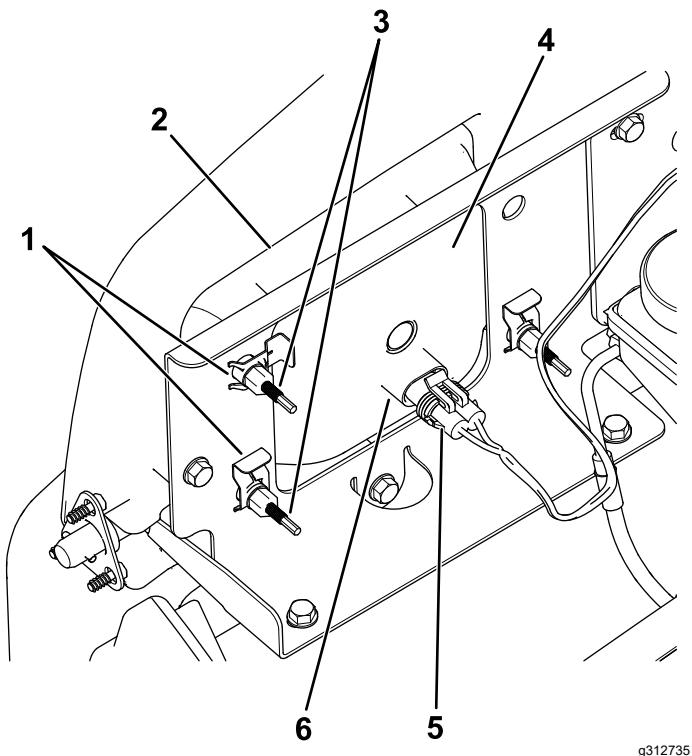

Figure 48
- Débranchez le connecteur électrique sur le faisceau du connecteur du phare (Figure 48).
4. Retirez les clips rapides qui fixent le phare sur son support (Figure 48).
5. Déposez le phare en le poussant vers l'avant et hors de l'ouverture dans le pare-chocs avant (Figure 48).
6. Insérez le phare de rechange dans l'ouverture du pare-chocs (Figure 48).
8. Branchez le connecteur électrique du faisceau sur le connecteur du phare (Figure 48).
5. Au dos du phare, tournez les vis de réglage (Figure 48) afin de faire pivoter le phare et d'aligner la position du faisceau projeté.